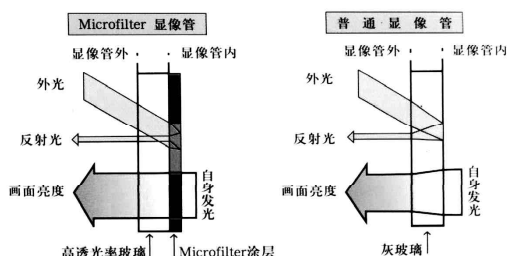

图 13
(2) AGAS (Anti-Glare/Anti-Static)：这是一种防眩、防静电的涂层，通过在荧光屏表面喷涂一种砂材料，以散射光线。而涂料中含有的静电微粒可有效减少屏幕表面依附的电荷。
(3) 表面蚀刻：通过直接对荧光屏的玻璃表面进行蚀刻和研磨，产生比较毛的表面以减少外界光线的干扰。这种方法比较简单，但是发毛的表面会对画面的亮度产生负面影响，而且它也没有防静电功能。
(4) 超黑矩阵屏幕 (Black Matrix Screen)：这种屏幕的荧光点之间涂有碳粉颗粒，因此比常规显像管暗得多，抗外界光线干扰能力大大增强，可以显著改善图像的对比度，使画面色彩看起来更鲜艳。
(5) 超清晰 (Ultra Clear Coating) 涂层：三星显示器特有的专利技术，由多层透明膜复合而成，可以有效吸收反射光，减少图像投射光线的变形，且机构强度较佳。
(6) microfilter 技术:东芝独有的技术。传统的显示技术通过荧光粉发光看到图像,但是当今最好的荧光粉也无法产生完美的纯净色彩。在 microfilter 显像管内部,涂敷有一个由红、绿、蓝三色组成的过滤层,滤去了杂色,提高了色彩的纯净度。过滤层同时可以减低外来光线的反射。显像管屏幕则可采用高透光率的玻璃,从而保证图像的亮度,外来光线的反射被减弱的同时也大大提高了对比度。因此 microfilter 显像管可以使色纯度提高 7% 以上,亮度提高 30% 以上,色彩饱和度提高 30% 以上。(图 13)